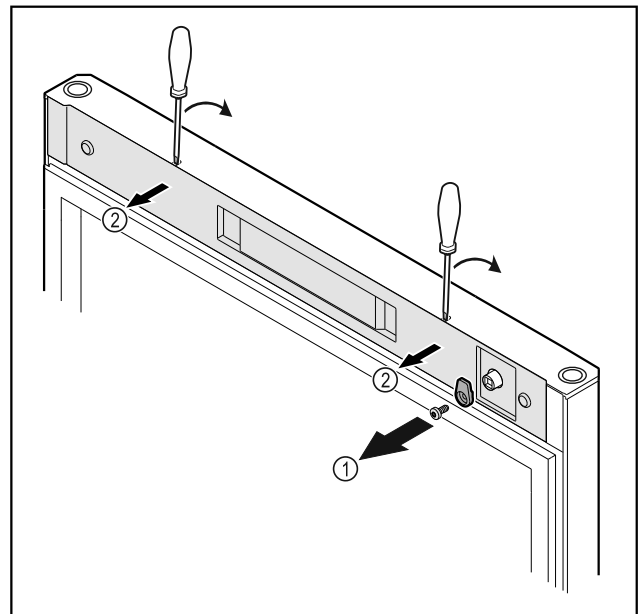

Fig. 11
- ▶ Ξεβιδώστε το άγκιστρο κλεισίματος Fig. 11 (1).
- ▶ Ξεκουμπώστε το κάλυμμα Fig. 11 (2) με ένα μικρό κατσαβίδι και αφαιρέστε το.